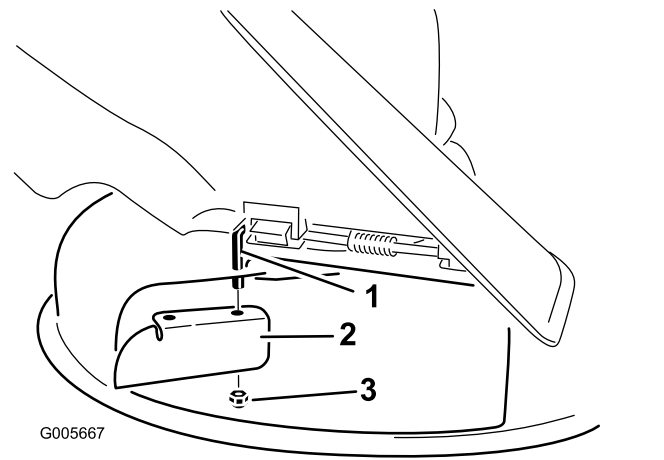

Bild 15
- Montieren Sie das Versatzablenkblech an der frei liegenden Gelenkstange (Bild 15).
- Entfernen Sie das Versatzablenkblech vom Mähwerk (Bild 15).